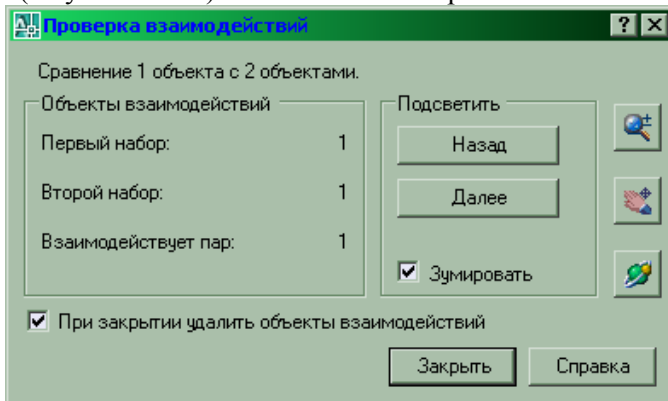

Рис. 8.4. Результат проверки пересечений объектов
*Проверка на пересечение тел* позволяет определить, пересекаются ли выделенные тела, и если да, то построить новое твердое тело, которое будет общей частью пересекающихся тел. Осуществляется через меню Рисование – 3D операции – Проверка взаимодействий. После ввода команды следует последовательно, разделяя щелчком правой кнопки мыши, указать два набора тел. Будут найдены все пересечения тел первого набора с телами второго. Все пересечения тел в пределах набора будут проигнорированы. Если второй набор не задавать, будут найдены пересечения всех тел в пределах первого набора. Далее отобразится диалоговое окно с результатами сравнения (рис. 8.4), в котором отобразится результат проверки (число объектов в наборах и число совпадений), будет предложена возможность листать выделенные совпадения, а также вынесены кнопки масштабирования, панорамирования и орбиты для облегчения навигации. Флаг «Зумировать» заставит программу при листании взаимодействий выделять каждое из них крупным планом. Пересечение (объект взаимо-